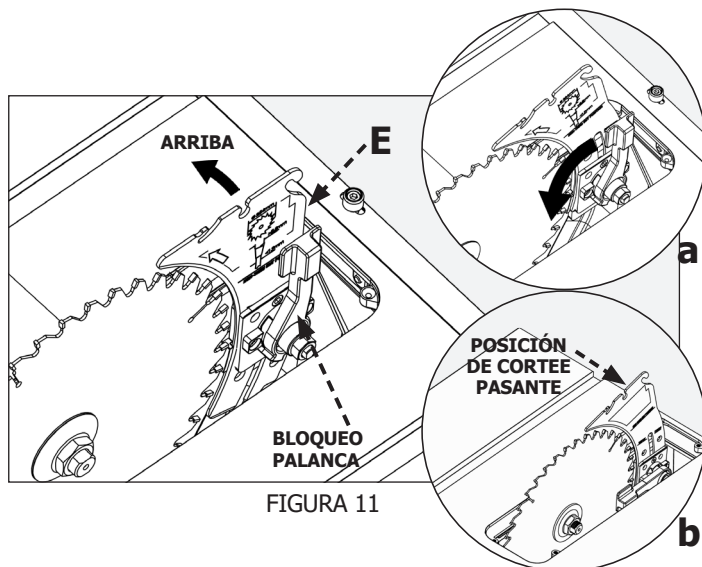

FIGURA 11
- Asegúrese de que el separador esté alineado de forma correcta con la hoja. Consulte la sección Alineación del separador. Consulte la FIGURA 11 y 12.